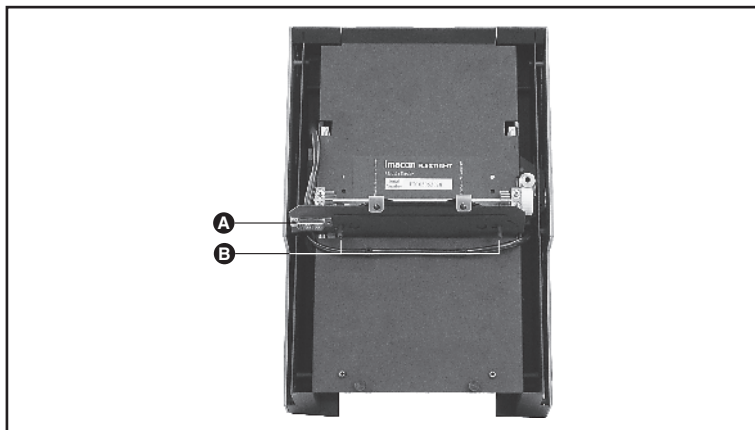

Figura 3: Panel posterior del alimentador por lotes, que muestra el conector electrónico (A) y los pasadores de montaje (B).
8. Diríjase al alimentador por lotes y estudie su panel posterior. Aquí debería ver un conector electrónico (A) y un par de pasadores de montaje (B), tal como se muestra en la figura 3, a continuación.